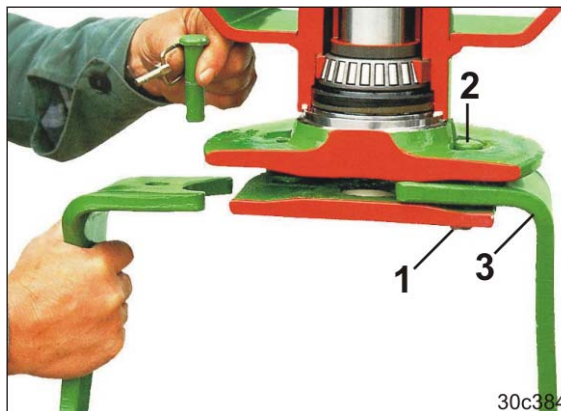

Bild 162
2. Ta bort låssprinten (Bild 162/1).
3. Slå ut bulten (Bild 162/2) uppåt ur verktygsfästet.
4. Byt ut verktygspinnen (Bild 162/3).